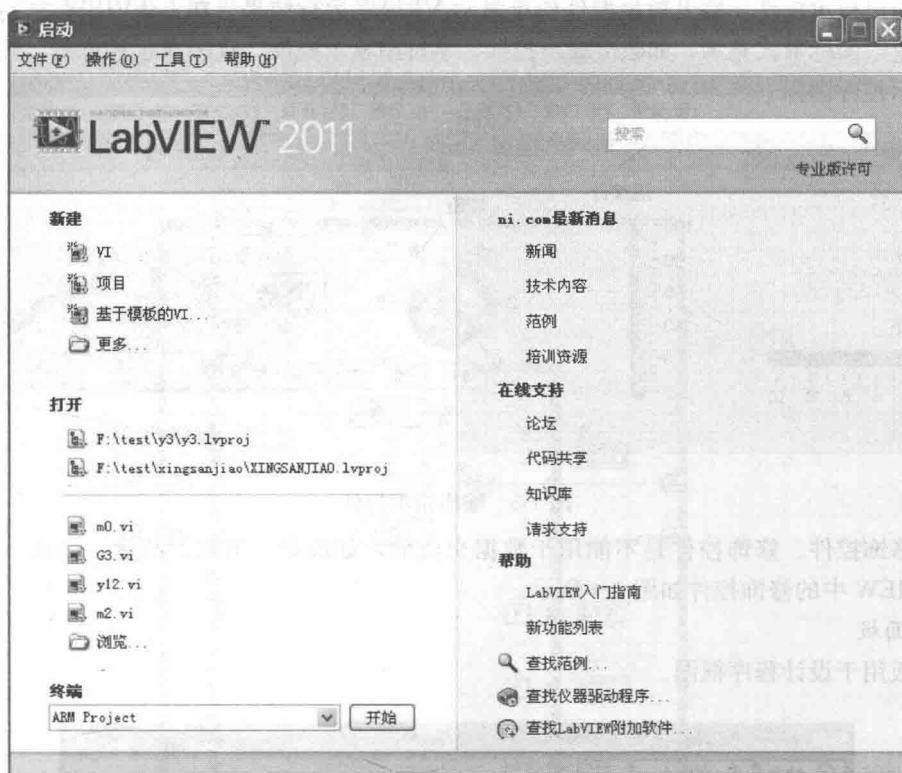

图 1-1 启动后的 LabVIEW 2011 界面
(1) 启动 LabVIEW。依次点击 Windows 的“开始”“程序”“National Instrument LabVIEW 2011”菜单命令,或者双击桌面上的“National Instrument LabVIEW 2011”图标,可以启动 LabVIEW 2011 程序。启动后的 LabVIEW 2011 界面如图 1-1 所示。